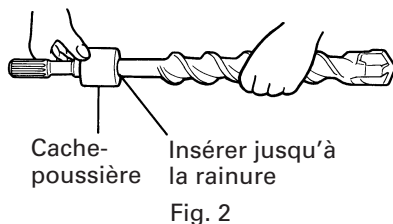

Fig. 2
6. Comment installer le cache-poussière (Fig. 2)